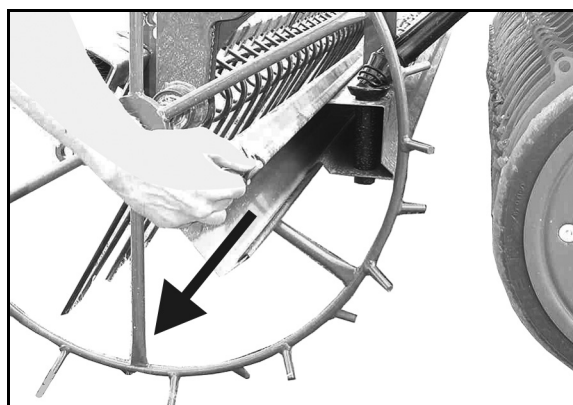

Fig. 35
- o Bring prøvehåndsvinget og prøveudtagningsbeholderne i transportstilling (Fig. 35 / Fig. 38).